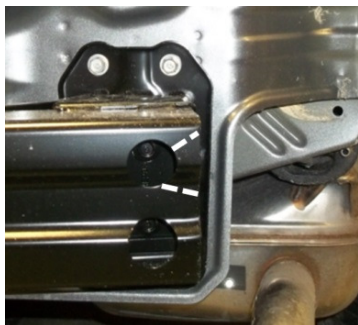

Figura 2
3. **Abrir el baúl:** Abrir el baúl para sacar el tornillo hexagonal (2) de 8 mm por debajo de la puerta trasera que asegura la fascia del parachoques. Repetir para cada lado.
5. **Eliminación del parachoques:** Retirar los (8) tornillos que sujetan el parachoques en su lugar y devolver los fijadores al propietario.
6. **Recorte del parachoques:** Usar una rectificadora de matrices para eliminar el material que se muestra en la Figura 2. Ambos lados
6. Recorte del parachoques: Usar una rectificadora de matrices para eliminar el material que se muestra en la Figura 2. Ambos lados . Ver la Figura abajo.